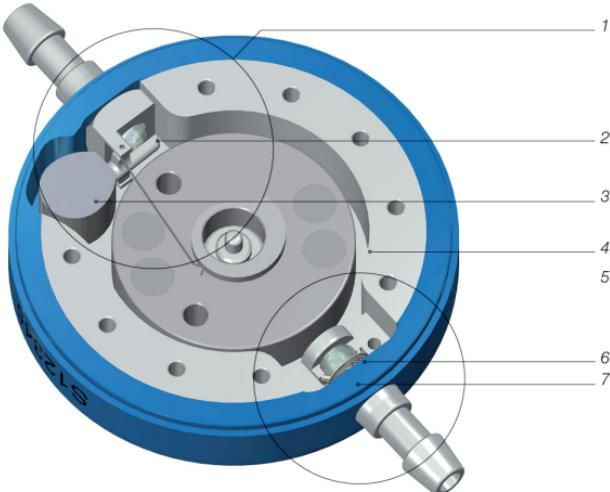

Fig. 1: Sezione trasversale della M.blue
M.blue è una valvola realizzata in titanio. È costituita da un'unità a gravitazione regolabile e da un'unità a pressione differenziale (Fig. 1). L'unità a gravitazione regolabile (1) nella sezione prossimale della valvola è provvista di un peso in tantalio (3) che, mediante una leva, mantiene una sfera in zaffiro nella rispettiva sede (2). A seconda della posizione del corpo del paziente, cambia l'influenza del peso in tantalio sulla sfera in zaffiro e dunque la pressione di apertura della valvola. Tramite un rotore (4) dopo l'operazione è possibile regolare il precarico con la barra di torsione collegata alla leva attraverso la pelle. In questo modo si può regolare l'influenza del peso in tantalio sulla sfera in zaffiro e dunque la pressione di apertura della valvola.